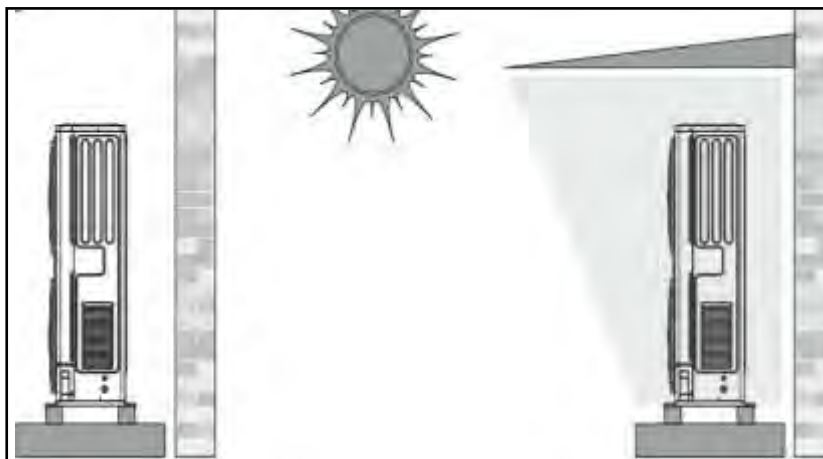

Figura 12 - unità esposta a luce solare diretta
- Fissare l'unità a parete (Figura 12 e 12A).